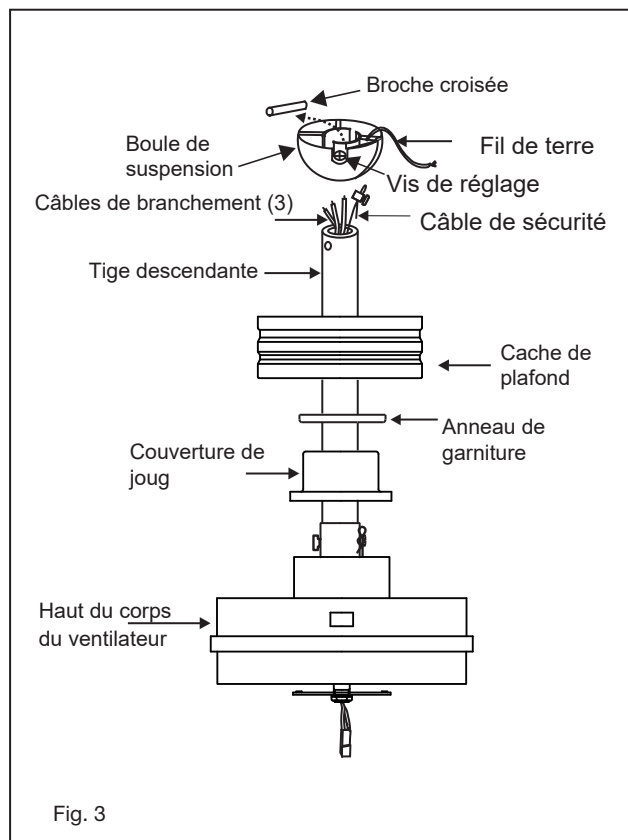

Fig. 3
- 1 Glissez le couvercle de joug, la bague de garniture et la verrière sur la tige de descente. (Fig. 3)
- 1 Retirez la plaque murale existante et l'ancien interrupteur de la boîte de prise murale. (Fig. 3)